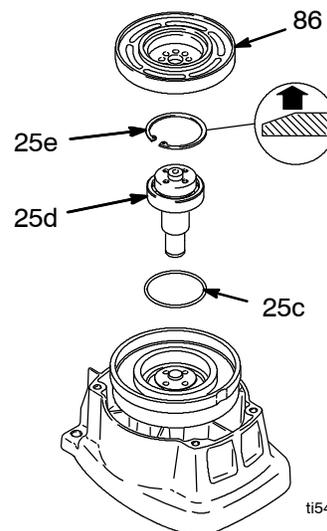

Fig. 6
7. Fig. 6. Retire o anel retentor (25e).
6. Fig. 6. Verifique o anel em O (25c) e substitua-o se este estiver danificado ou ausente.